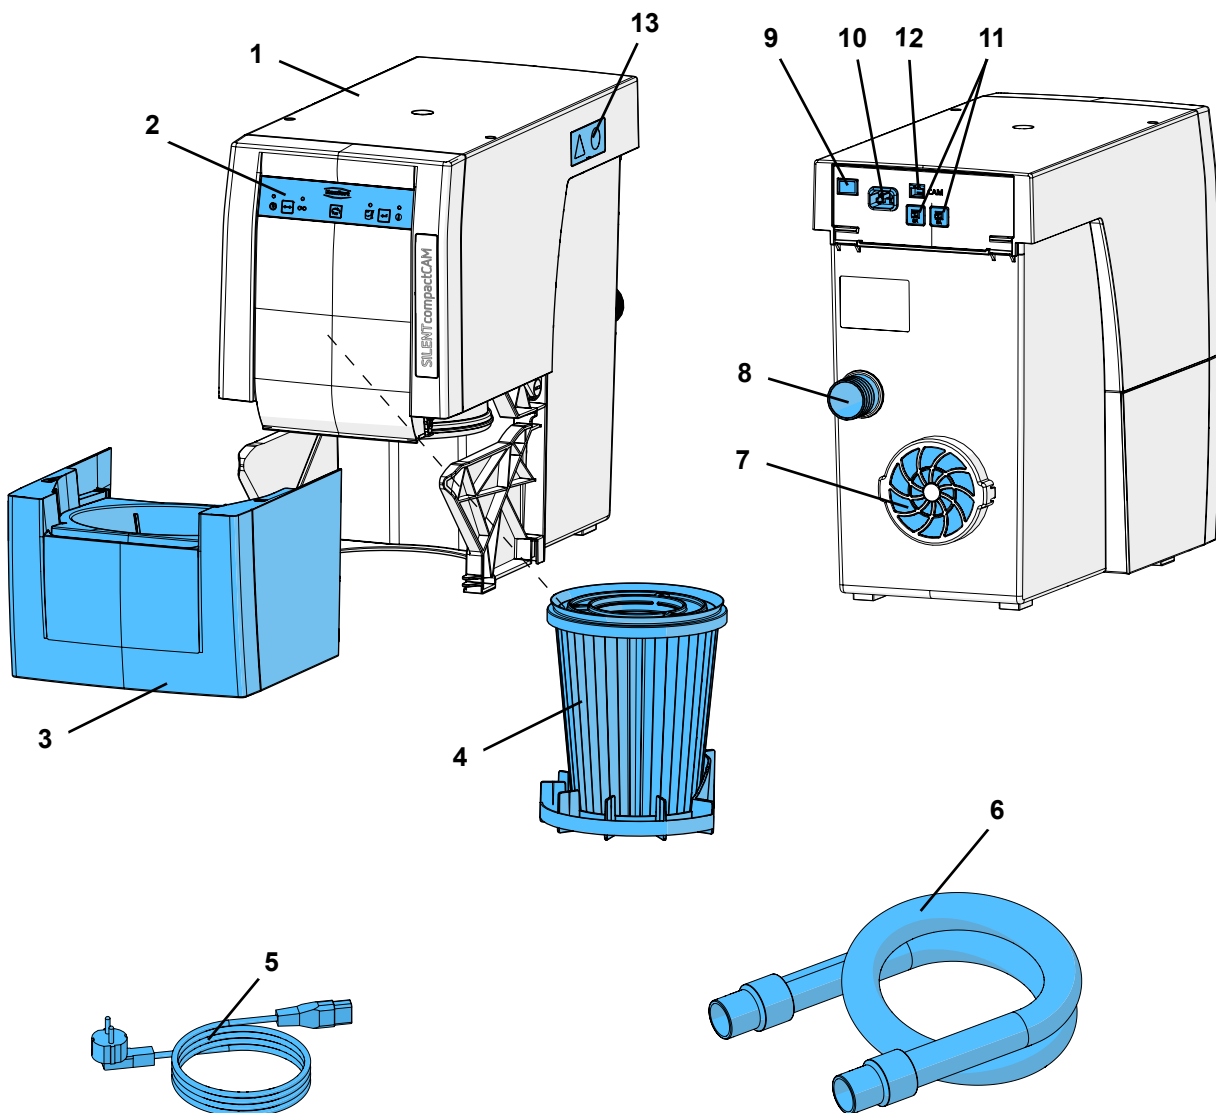

Abb. 1
- der Abluftaustritt (7, Abb. 1) nicht behindert wird.
- Öffnung in Schrankrückwand, min. 250 x 120 mm, direkt gegenüber dem Abluftaustritt (7, Abb. 1).
- ⇒ Gerät am Ein- / Aus-Schalter (9) ausschalten.
- ⇒ Netzkabel (5, Abb. 1) in den Netzanschluss (10) einstecken.
- ⇒ Saugschlauch (6, Abb. 1) auf den Saugstutzen (8) stecken.